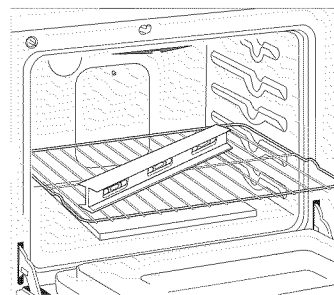

Figura 15
3. Verifique si la cocina está nivelada colocando una parrilla en el centro del horno y poniendo un nivel sobre esta (figura 15).
2. Ponga un nivel sobre la parrilla (figura 15). Tome dos lecturas con el nivel puesto diagonalmente en una dirección y después en la otra. Nivele la estufa, si es necesario, ajustando las 4 patas niveladoras con una llave de tuercas (figura 11).